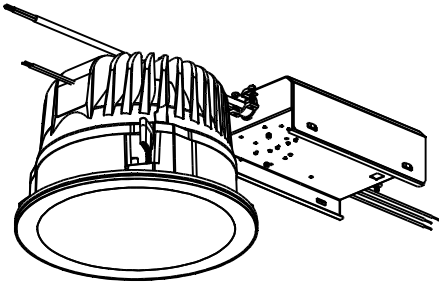

Figura 1
- 1.- Preparar el plafón, perforando a un diámetro de 210mm como se indica en la figura 1